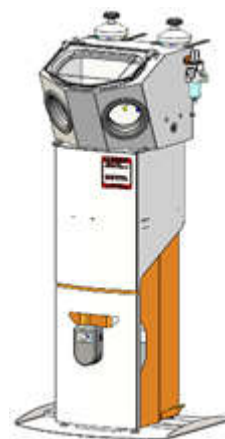

Рис.10
5.8 Подключить шланг внешней вытяжки к втулке **(7)** на задней стенке **АСОЗ**. В качестве внешней вытяжки рекомендуется использовать **УПЗ АВЕРОН*** совместно с **АФЦ 1.0 АРТ*** и **ПЭК 1.0***. Пример установки **АСОЗ** на **УПЗ 7.x АВЕРОН**, см. рис.10.